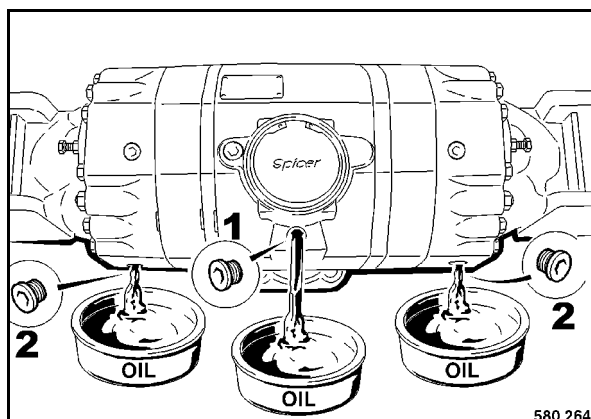

fig. 134
- Nettoyer puis dévisser les bouchons de vérification du niveau et de vidange (fig. 134).